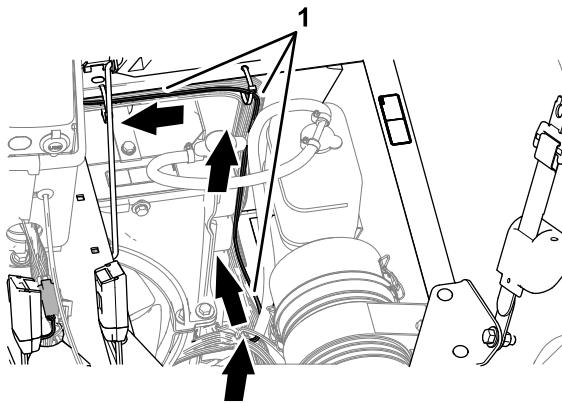

Рисунок 174
6. На правой стороне радиатора проложите жгут проводов шины ISO-CAN вверх, вдоль жгута проводов машины и в сторону средней консоли (Рисунок 174).